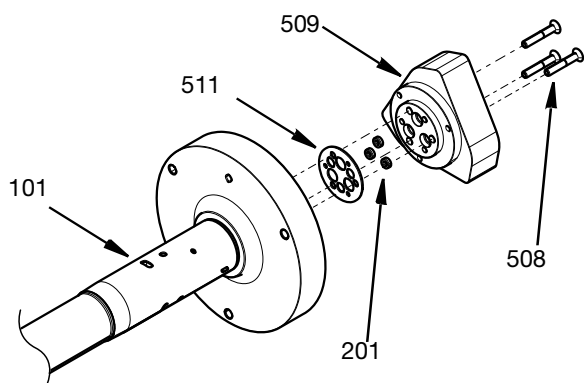

FIG. 27
7. Namontujte tři zbývající těsnění jehly (201) do skříně vzduchového válce (509), viz **Sada nástrojů pro vložení a vyjmutí těsnění, 25T489** strana 35 pro montáž těsnění jehly. Namontujte nové těsnění (511) a pomocí tří šroubů M4 (508) upevněte skříně vzduchového válce ke střednímu tělesu (101). Dotáhněte na moment 29,2 in-lbs (3,3 N•m). Viz FIG. 27.